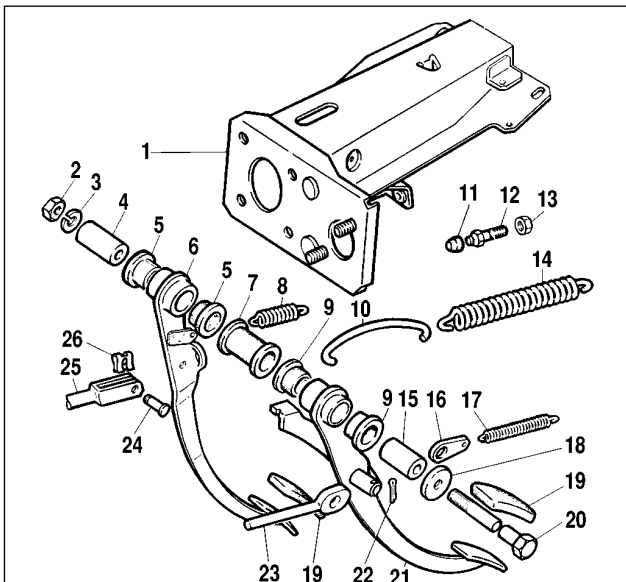

Fig. 6-8. Éléments de support des pédales d'embrayage et de frein :
- détacher le poussoir du servofrein d'une pédale de frein, ayant éliminé l'étrier d'attache 26 (fig. 6-8), ainsi que le doigt 24;